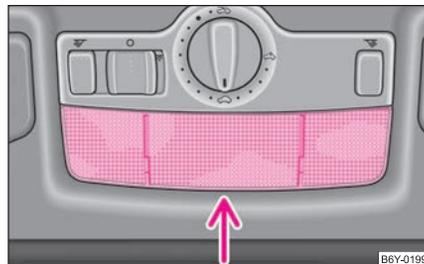

Abb. 177 Innenleuchte ausbauen
- Ziehen Sie die Streuscheibe (siehe Pfeil) nach unten vom Gehäuse ab ⇒ Abb. 177.